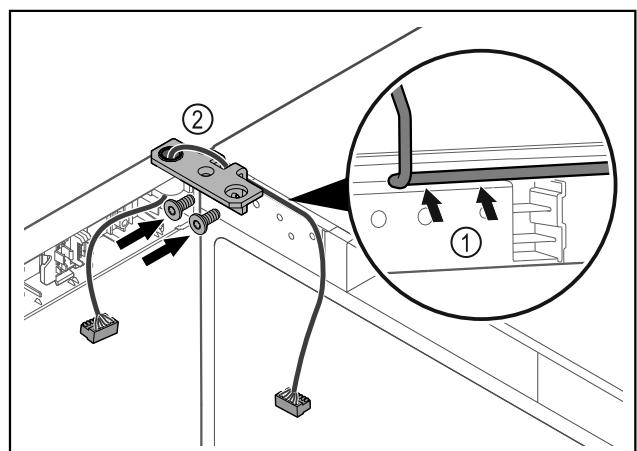

Fig. 53
► Kabel durch die Ausparung des Scharnierwinkels führen und vorsichtig verlegen *Fig. 53 (1)*.
► Scharnierwinkel *Fig. 53 (2)* anschrauben.